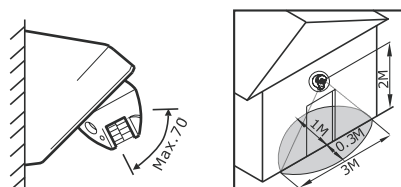

Рис. 2
(2). Головка датчика может быть повернута вниз на максимальный угол до 70° (см. Рис. 2).